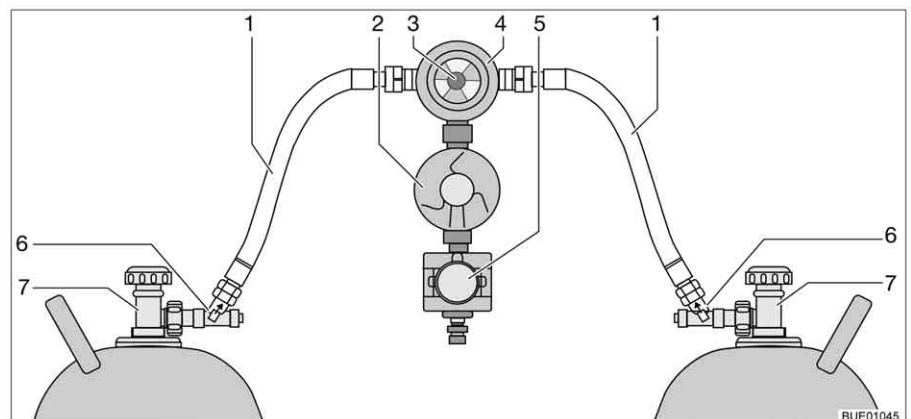

Fig. 133 Dispositif de commutation Crash Protection Unit
La Crash Protection Unit se compose de deux limiteurs de débit à verrouillage manuel (Fig. 133,6), d'une valve de commutation (Fig. 133,4) avec régulateur de pression (Fig. 133,2), d'une électrovanne (Fig. 133,5) et d'une unité de commande à DEL de trois couleurs. La valve de commutation est montée entre les deux lyres (Fig. 133,1).
Un bouton rotatif (Fig. 133,3), situé sur la valve de commutation, permet de définir laquelle des bouteilles de gaz est celle de service et laquelle est celle de réserve.
Seules les fonctions électriques peuvent être activées sur l'unité de commande (Fig. 134). Les robinets principaux des bouteilles de gaz (Fig. 133,7) et les dispositifs de déverrouillage (Fig. 133,6) doivent être ouverts manuellement.
- Ouvrir les robinets principaux des bouteilles de gaz (Fig. 133,7).
- Appuyer sur les dispositifs de déverrouillage (Fig. 133,6) l'un après l'autre pendant 10 secondes.
- Choisir la bouteille de gaz avec le bouton rotatif (Fig. 133,3) de la valve de commutation (Fig. 133,4) à partir de laquelle le gaz sera utilisé principalement (bouteille de service).
- Fermer les robinets principaux des bouteilles de gaz (Fig. 133,7).